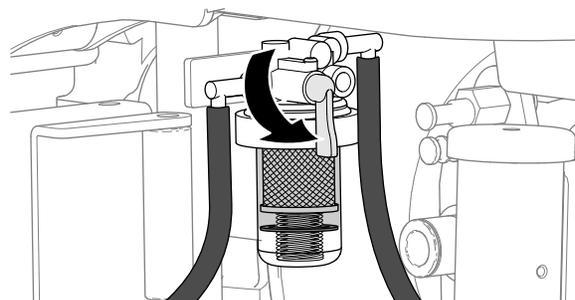

Figura 70
2. Rode a válvula de corte do combustível do separador de água/combustível para a posição FECHADA (Figura 70).